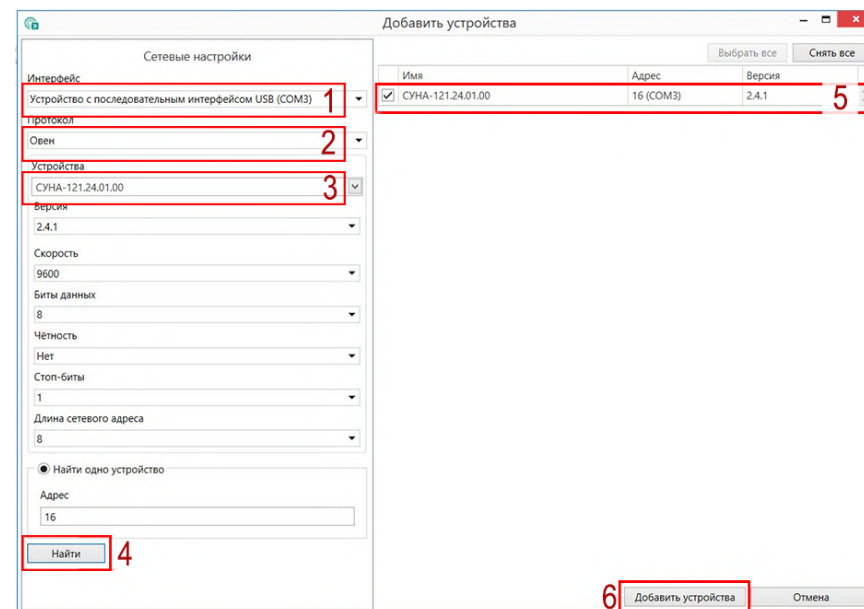

Рисунок 11.1 – Настройки связи с устройством
6. Выбрать интерфейс «Устройство с последовательным интерфейсом USB» (см. рисунок 11.1, 1). Номер COM порта, присвоенный прибору можно узнать в Диспетчере устройств Windows.
7. Выбрать протокол **ОВЕН** (см. рисунок 11.1, 2).
8. Выбрать устройство (рисунок 11.1, 3). Модификация прибора указана на боковой стороне прибора.
9. Выбрать «Найти одно устройство», если добавляется один прибор. Запустить поиск нажатием на кнопку «Найти» (см. рисунок 11.1, 4).
10. Выделить найденное устройство (см. рисунок 11.1, 5).
11. Добавить устройство в проект Конфигуратора по нажатию кнопки «Добавить устройства» (см. рисунок 11.1, 6).